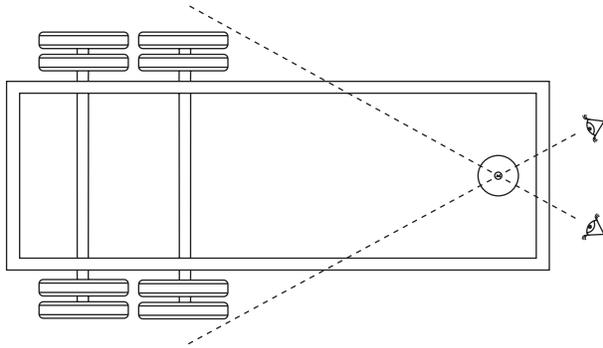

Figura 13. Verificando obstrucciones para la medición
1. Desde una posición al frente del remolque, observe por abajo del remolque desde el perno rey a cada extremo del eje delantero (figura 13).